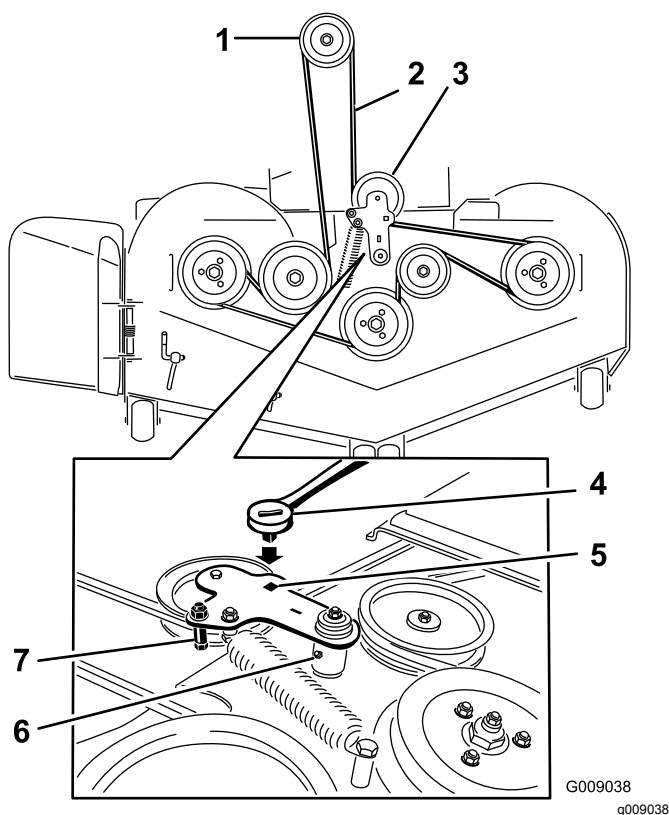

Figure 109
5. Soulevez le bac de plancher et insérez un rochet dans le trou carré de la poulie de tension du plateau (Figure 109).
6. Tournez la poulie de tension dans le sens horaire et retirez la courroie du plateau (Figure 109).